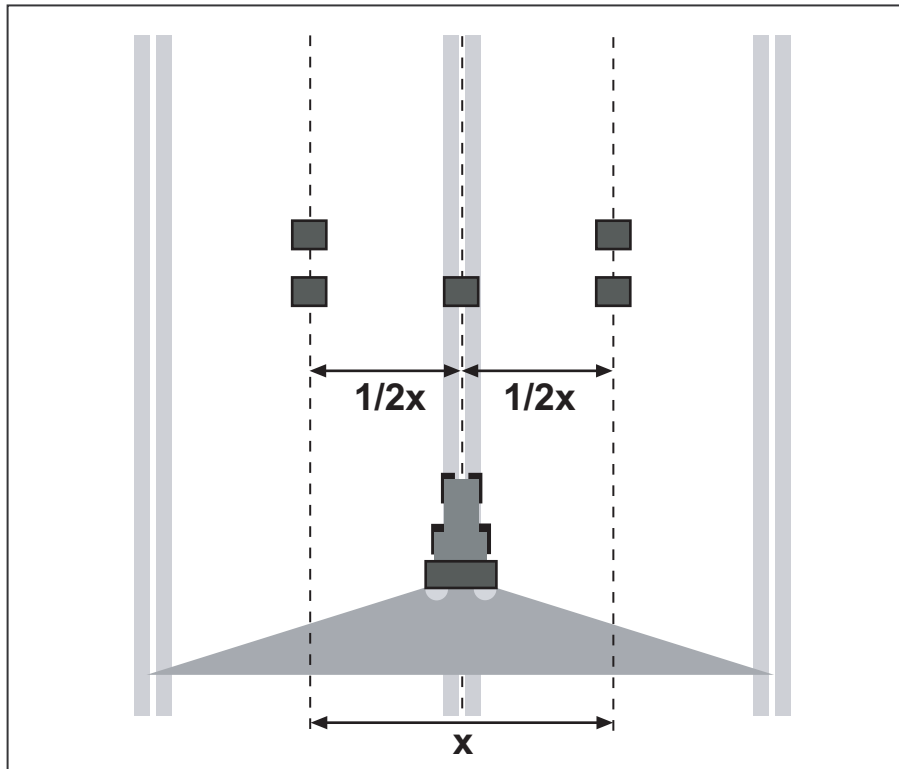

Bild 7.23: Uppställning för en passering
- Placera två uppsamlingseskålar på vardera sidan av körbanan på ett avstånd av **1 m** efter varandra i överlappningszonerna (mellan körbanorna) och en uppsamlingseskål i körbanan (enligt Bild 7.23).